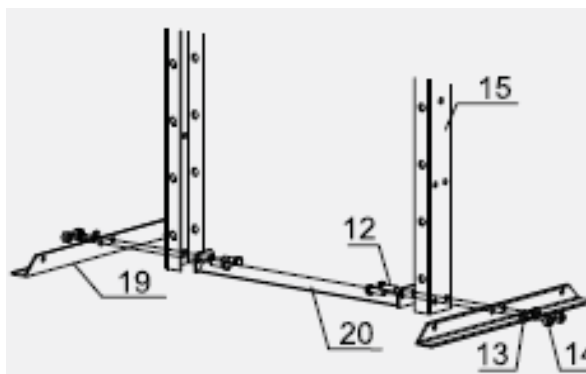

Рис. 2
3. Поместите стойки рамы (15) в вертикальное положение. Задвиньте каждую опору основания (19) под стойки рамы (15) и поместите нижнюю опору основания (20) между ними. Выровняйте болтовые отверстия и вставьте болты (12) через стойки рамы, секции основания и нижней опоры, затем закрепите их на месте шайбами (23) и гайками (14). См. рисунок 2.